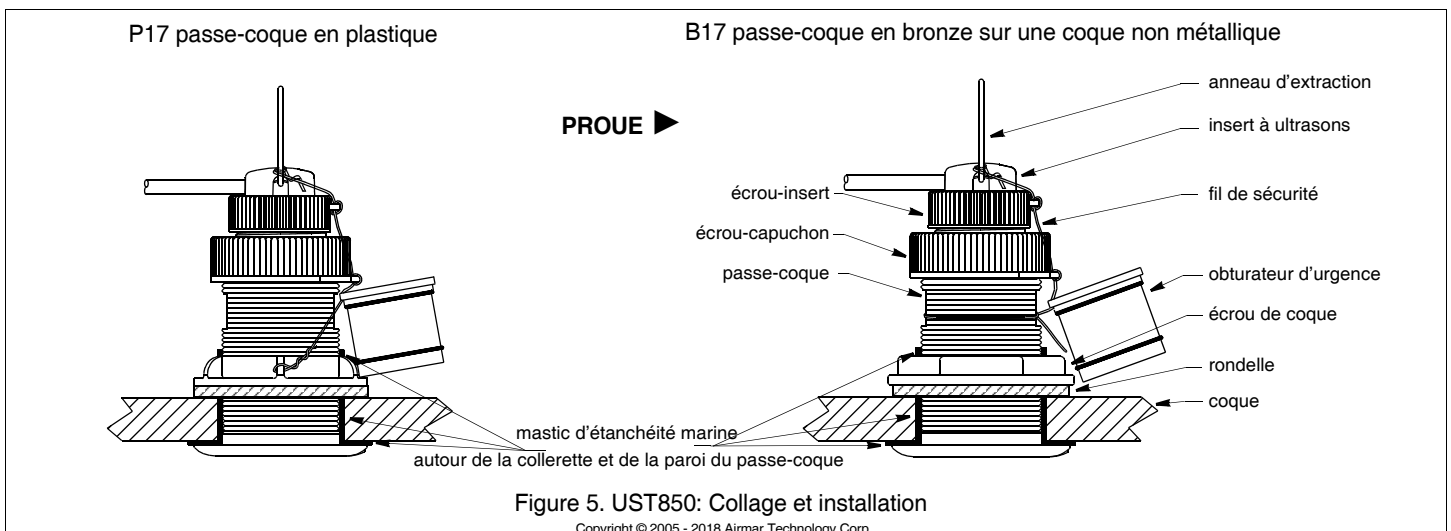

Figure 5. UST850: Collage et installation
UST850 (figure 5)
2. Enlevez l'insert à ultrasons du passe-coque en séparant le fil de sécurité de l'anneau d'extraction et de l'écrou-*insert* (figure 5).
5. Attachez à nouveau le fil de sécurité pour prévenir tout risque d'expulsion de l'obturateur dans le cas improbable d'une rupture ou d'un mauvais serrage de l'écrou-capuchon ou de l'écrou-insert (figure 5).
1. Séparez le petit obturateur d'urgence du fil de sécurité (Figure 5).
5. Verrouillez le petit obturateur d'urgence avec l'écrou-capuchon. **Serrez** uniquement à la main. Veillez à ne pas serrer exagérément. Attachez à nouveau le fil de sécurité (figure 5).
10. Attachez le fil de sécurité au *petit obturateur d'urgence*, à l'écrou-*capuchon*, à l'écrou-*insert* et à l'anneau d'extraction afin de prévenir tout risque d'expulsion de l'insert à ultrasons ou de l'obturateur dans le cas improbable de défaillance ou de mauvais serrage de l'écrou-*insert* ou de l'écrou-*capuchon* (figure 5).